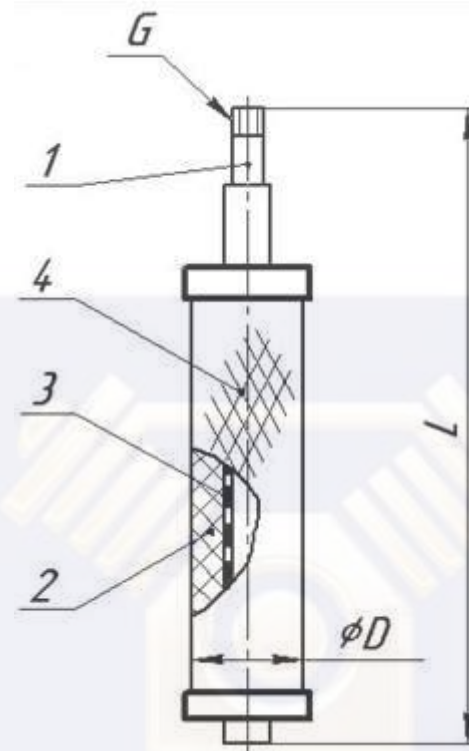

Рис. 3 Фильтроэлемент
4.1.2 Фильтроэлемент (рис.3) состоит из внутреннего пластмассового перфорированного каркаса, на который по особой технологии нанесен слой пористого волокнистого фильтрующего материала. Снаружи фильтрующий материал фиксирует дренажная капроновая сетка, торцы герметично уплотнены пластмассовыми крышками.